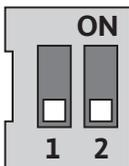

Fig. 28: DIP-bryter
- DIP-bryterne (Fig. 9, pos. 6/ Fig. 28) er plassert bak husdekslet.